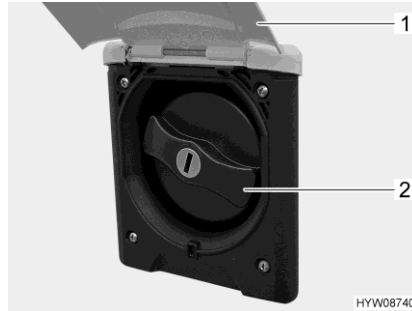

Fig. 204 Tapa de cierre (tubo de llenado de agua potable)
- Girar hacia arriba la trampilla exterior (Fig. 204,1).
- Girar la tapa de cierre azul (Fig. 204,2) un cuarto de vuelta.